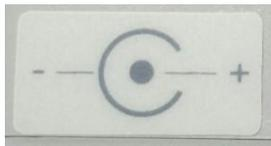

Figura 1
- Antes de utilizar o Tensmed I, verifique se a bateria interna está carregada, ou recarregue conectando o plug do carregador na entrada do Tensmed I (Figura 1), e os terminais de rede do carregador à tomada de alimentação elétrica